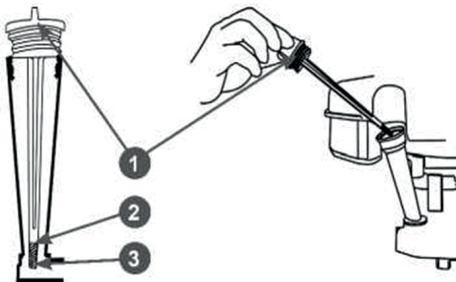

Рис. 23. Крышка-щуп маслозаливной горловины
5. Осторожно открутите крышку-щуп 1 (Рис. 23) маслозаливной горловины, протрите его насухо и отложите в сторону.
9. Установите крышку-щуп в отверстие маслосаливной горловины, не закручивая ее. Аккуратно вытащите щуп и осмотрите его. Уровень масла должен соответствовать верхней отметке 2 на щупе (Рис. 23).
3. Извлеките основной фильтрующий элемент 2 (Рис. 23).